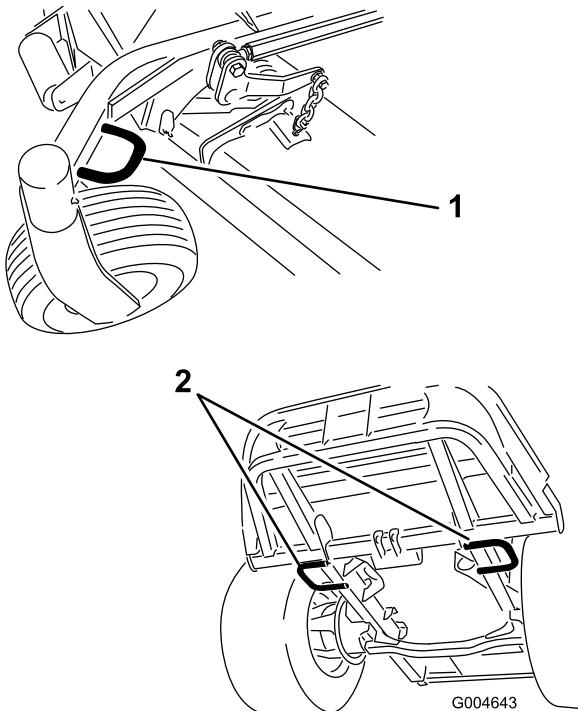

Figure 38
- Arrimez solidement la machine sur la remorque ou le véhicule de transport avec des sangles, des chaînes, des câbles ou des cordes, selon les exigences de la réglementation locale en vigueur dans votre région (Figure 38).